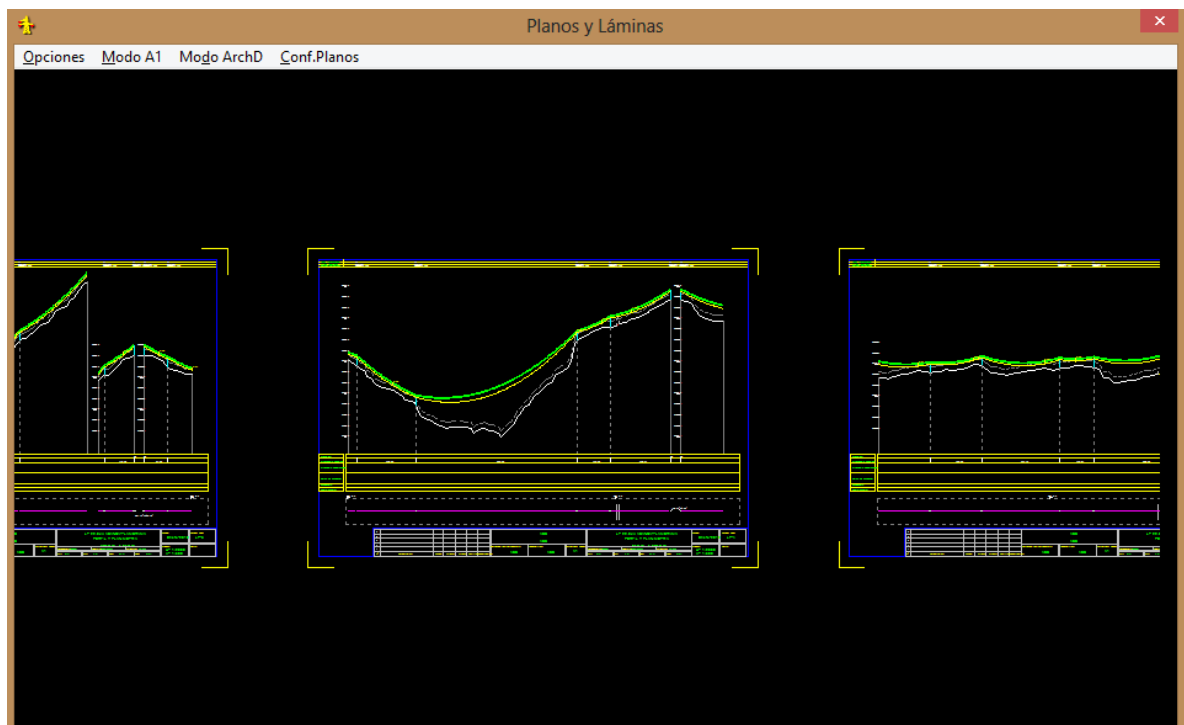

Fig. 14.2
2. Aparecerá una ventana con los planos de perfil cortados en formato A1. (Ver Fig. 14.2).